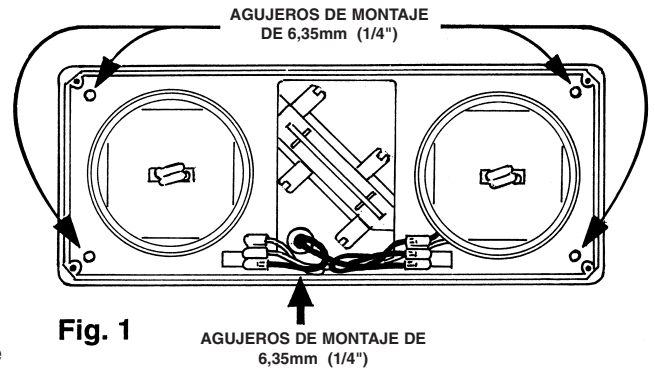

Fig. 1
2. Remueva el lente de la base de la luz de advertencia por medio de desatornillar los (4) cuatro tornillos hexagonales, uno en cada esquina del lente. Cuidadosamente separe el lente de la base.
3. Posicione la base de montaje de la luz de advertencia sobre la ubicación seleccionada Fig. 1. Marque (4) ubicaciones para los agujeros donde se montará la luz y marque la ubicación del agujero para el cable de poder. Fig. 1.